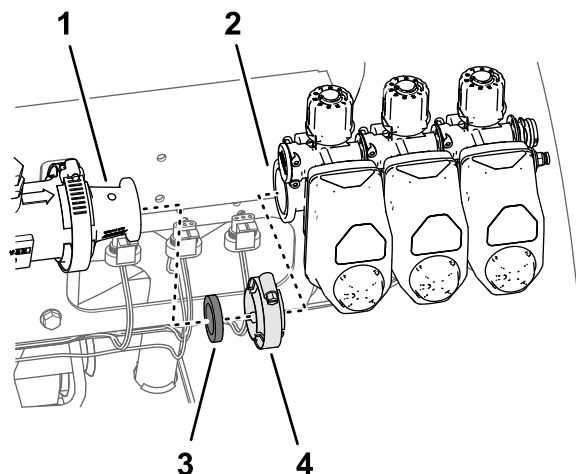

Figura 67
4. Rimuovete le 3 valvole di sezione dalla macchina (Figura 67).